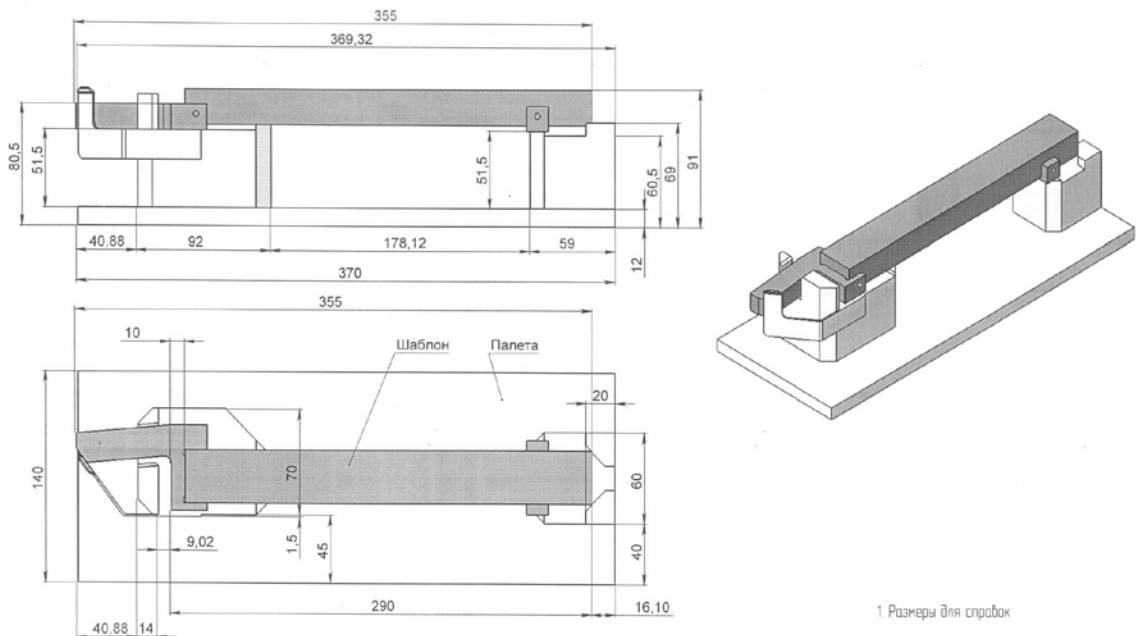

Рисунок 21
- Сканирование калибровочного бруска (входит в комплект поставки). На паллету помещается специально подготовленный эталонный брусок в форме параллелепипеда с известными параметрами (рис. 21). Измерения эталонного бруска проводятся аналогично измерениям детали.